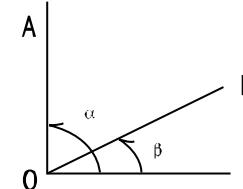

Fig.8
(1) Lire le cercle avec la ligne de visée A de la chevelure verticale pour obtenir l'angle α .
(2) Tournez l'instrument sur le viseur B pour obtenir l'angle β .
(3) $\angle AOB = \alpha - \beta$ (Figure 8)